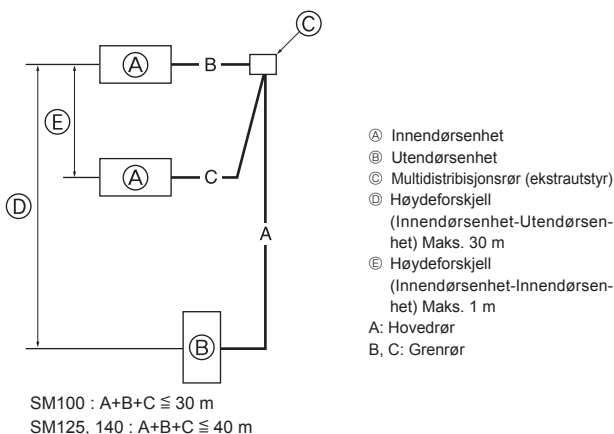

Fig. 4-8
4.8. For dobbel-/trippelkombinasjon (Fig. 4-8)